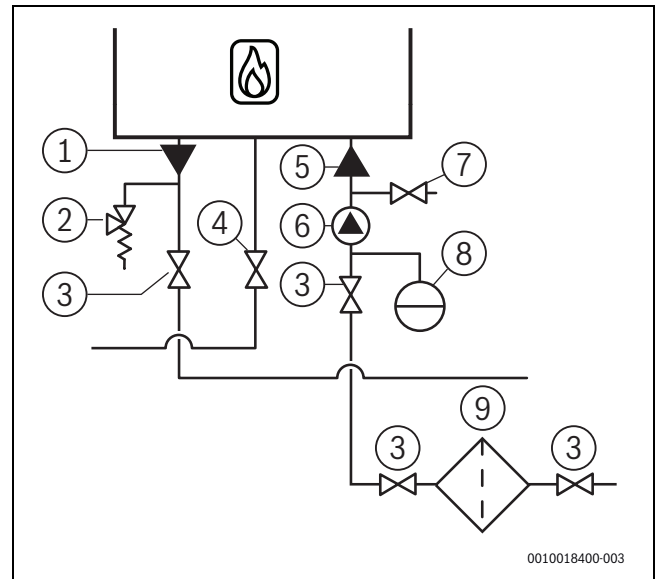

Bild 18 Anschluss Heizwasserleitungen
- Sowohl den Anschluss des Ausdehnungsgefäßes als auch das Sicherheitsventil direkt unter dem Kessel und oberhalb der Serviceventile montieren. (→ Abb. 18, S. 17).
- In der Vor- und in der Rücklaufleitung ein Serviceventil montieren (→ Abb. 18, S. 17).